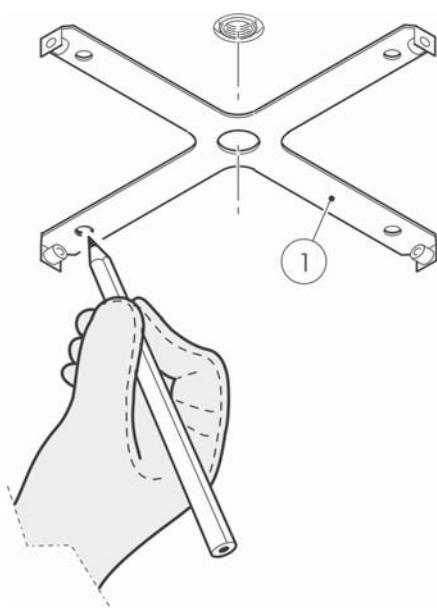

Fig. 1
- 1) Allineare il foro centrale del supporto a soffitto 1 con la presa acqua presente nel soffitto e segnare i fori di fissaggio (fig.1).
- 1) Line up the central hole of the ceiling support 1 with the water intake on the ceiling and mark the fixture holes (fig.1).
- 1) Die zentrale Bohrung der Deckenbefestigung 1 mit dem Wasseranschluss ausrichten, der sich an der Decke befindet und die Befestigungsbohrungen markieren (Abb. 1).
- 1) Aligner le trou central du support à fixer au plafond (1) avec l'arrivée d'eau du plafond et marquer les trous de fixation (fig. 1).